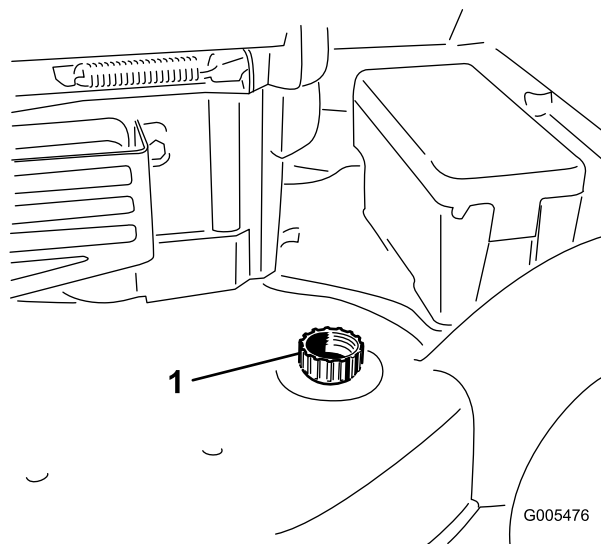

Figure 41
3. Branchez un tuyau d'arrosage relié à l'alimentation en eau au raccord de lavage du carter du plateau de coupe (Figure 41).